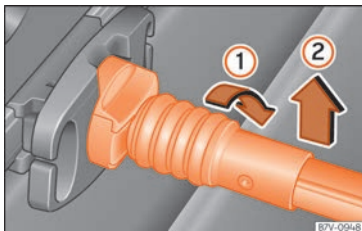

**Fig. 148** Desenganche la red para el equipaje.
- Gire la varilla de sujeción 90° hacia la derecha » » » fig. 148 ① hasta que se vea la marca roja en la varilla. Extraiga la varilla de sujeción hacia arriba ②.